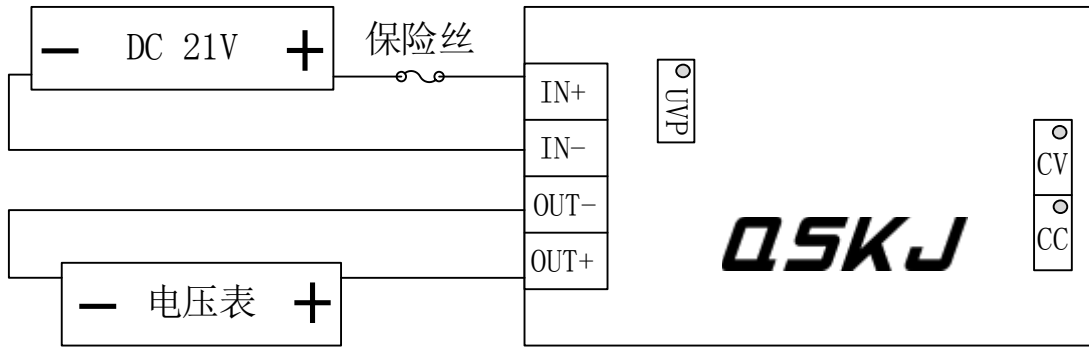

图 13
5. 准备一个可调电源, 把可调电源输出电压调节到 21V (蓄电池的欠压保护电压), 模块输出空载, 接通电源一边用万用表监测输出电压, 一边顺时针缓慢调节 UVP (欠压调节电位器), 当输出电压明显开始下跌的时候, 这个时候就停止调节 UVP 电位器, 这个输入欠压保护的电压就是在 21V 左右。(如图 13 所示)